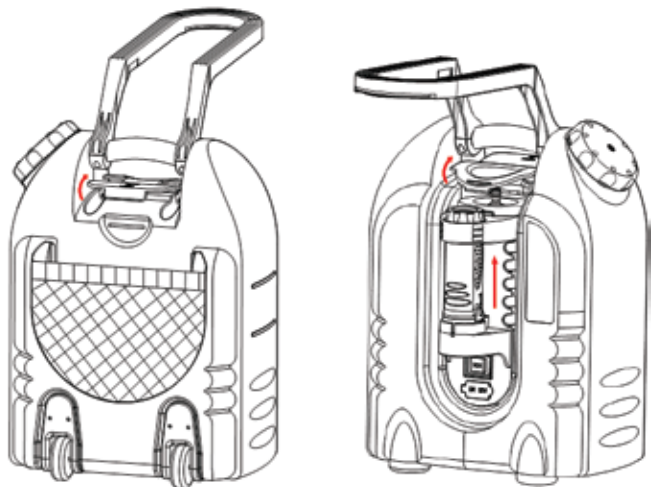

Рис.7
1. Поднимите ручку мойки на 90 градусов и снимите держатель с блокировки. Потяните защелку фиксатор вверх и достаньте насосный модуль мини-мойки (рис.7).